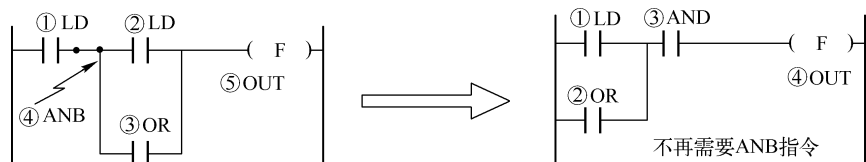

图 2-17 串联电路左右位置可调
(2) 串联电路左右位置可调，应将多个触点的支路尽量靠近母线，如图 2-17 所示。